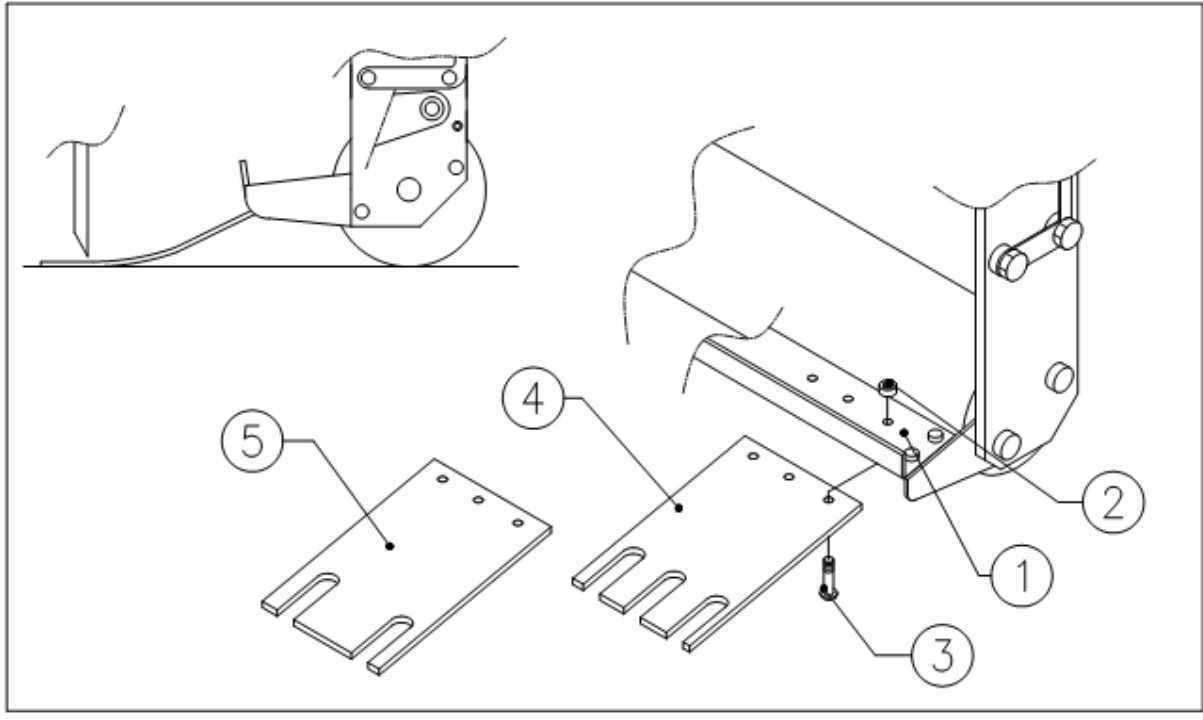

Fig. 12
**MONTAŻ ZESTAWU PRZYTRZYMYWANIA MURAWY ( patrz rys. 12):**